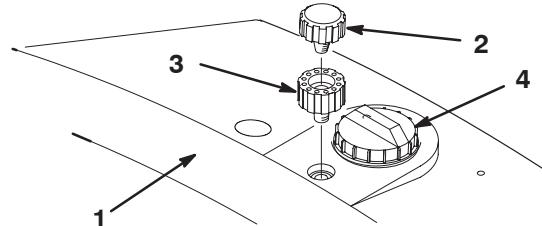

Figure 8
1. Retirez le chapeau de reniflard du réservoir hydraulique (Fig. 8).
- Vissez le prolongement du reniflard dans le réservoir hydraulique (Fig. 8).
- Vissez le chapeau de reniflard dans le prolongement du reniflard (Fig. 8).